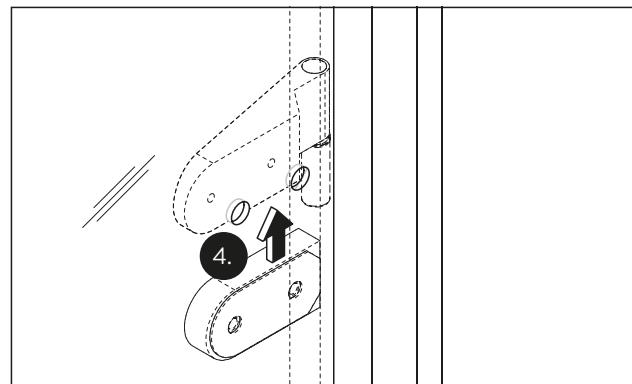

Abb. 9 Futterstück positionieren
- Die Futterstücke auf der Bandseite zwischen dem Glastürflügel und den Rahmenteilen positionieren (Abb. 9).